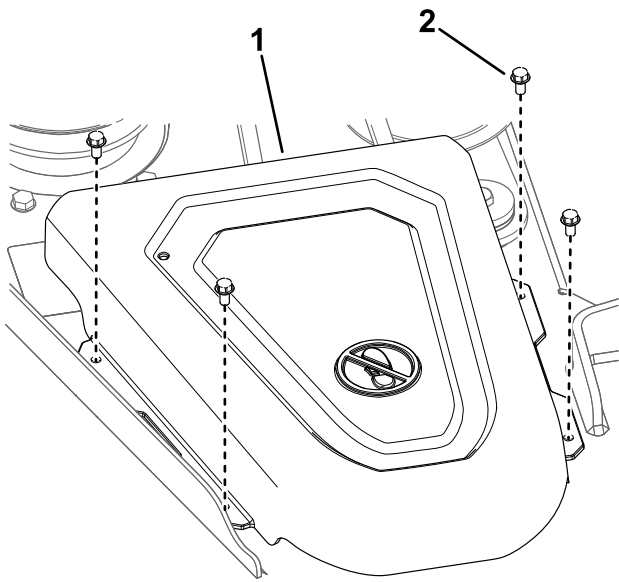

Figura 60
5. Îndepărtați capacele roilor de antrenare (Figura 60).